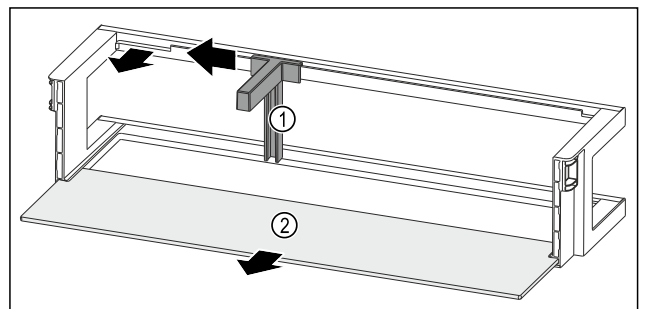

Fig. 164 Türabsteller mit Flaschenhalter und Abstellfläche
- ▶ Flaschenhalter Fig. 164 (1) bis zur Aussparung zur Seite schieben.
- ▶ Flaschenhalter Fig. 164 (1) entnehmen.
- ▶ Abstellfläche Fig. 164 (2) entnehmen.